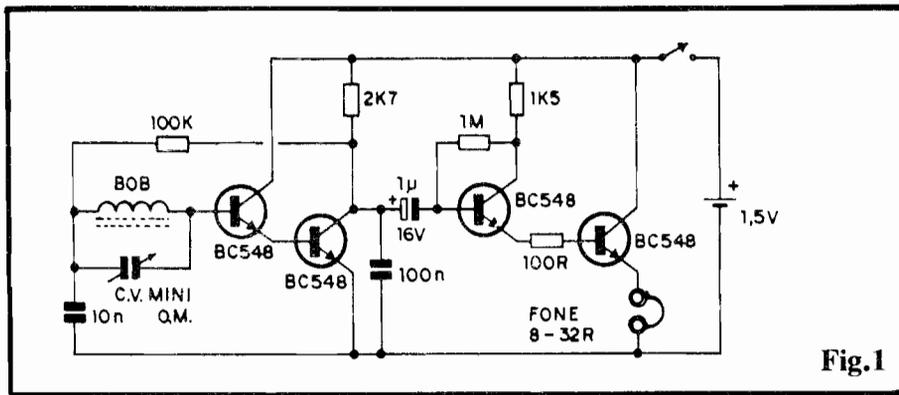

Fig. 1
- FIG. 1 - DIAGRAMA ESQUEMÁTICO DO CIRCUITO - Um circuito, baseado totalmente em transistores comuns (porém de alto ganho individual...), foi escolhido, com seus 4 componentes ativos (todos meros BC548...) agrupados em dois blocos **Darlington**. Os dois BC548 da esquerda amplificam, em ganho bastante elevado e de forma direta, a Rádio-Frequência previamente sintonizada pelo conjunto LC (bobina e capacitor variável para O.M.). Como um "lado" do conjunto de sintonia é acoplado diretamente à **base** do conjunto **Darlington**, o capacitor de 10n desacopla à "terra", de modo a não "bagunçar" a polarização dos transistores... Falando em polarização, como carga de **coletor** desse primeiro **Darlington** temos um resistor de 2K7, enquanto que, na "polarização automática" de **base**, usamos um resistor de 100K, com o sistema promovendo, além do estabelecimento do "ponto" ideal de funcionamento dos transistores, um certo